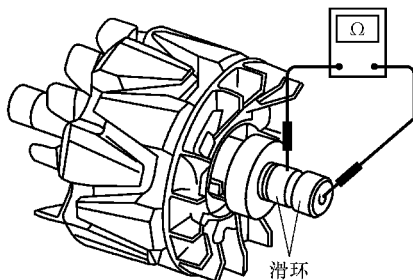

图 3-16 滑环绝缘体测试
2) 绝缘体测试：如图 3-16 所示，用万用表测试滑环与转子之间导通情况，若导通，应更换转子。